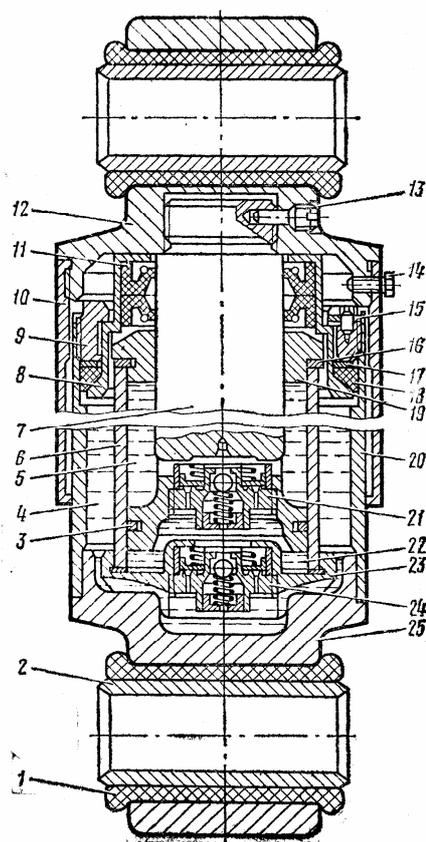

Рисунок 2 – Гидравлический гаситель двустороннего действия
**Конструкция.** Гидравлический гаситель двустороннего действия (рис. 2) представляет собой поршневой телескопический демпфер, развивающий усилия сопротивления на ходах сжатия и растяжения. Гаситель состоит из цилиндра б, в котором перемещается шток 7 с клапаном 21. В нижнюю часть цилиндра запрессован корпус 23 с клапаном 24, шток 7 уплотнен направляющей буксой 19 и сальниковым устройством, состоящим